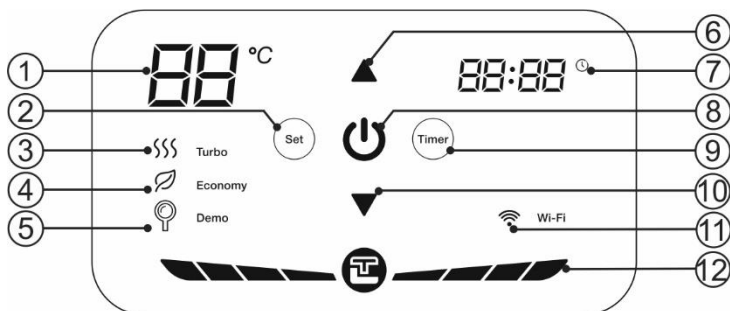

Рисунок 3. Панель управления
Рисунок 3: 1 – указатель температуры, 2 – кнопка «Set», 3 – индикатор «Turbo», 4 – индикатор «Economy», 5 – индикатор «Demo», 6 – кнопка «▲», 7 – указатель времени, 8 - кнопка «I/O», 9 – кнопка «Timer», 10 – кнопка «▼», 11 – индикатор «Wi-Fi» (опционно для моделей Wi-Fi), 12 – индикатор нагрева.
Включение/выключение ЭВН осуществляется кнопкой «I/O» на панели управления (Рис. 3, п.8), при этом на светодиодный индикатор показывает заданную температуру нагрева. Режим «Turbo» включается автоматически, при этом максимальная мощность составляет 2000 Вт. В процессе эксплуатации ЭВН потребитель может выбирать температуру нагрева при помощи двух клавиш «▲» «▼» (Рис. 3, п.6 и п.10). При кратковременно нажатии клавиш значение температуры будет изменяться на 1 градус в секунду, при долговременном нажатии – на 5 градусов в секунду. Диапазон регулировки температуры составляет от 30°C до 75°C, а температура по умолчанию составляет 75°C. Нажмите кнопку «Set», чтобы переключить ЭВН в экономичный режим «Economy». При переходе в экономичный режим включается индикатор экономичного режима, и температура будет заблокирована на значении 55°C при мощности нагрева 1300 Вт. В экономичном режиме температуру нельзя регулировать вручную. Нажмите кнопку «Set» снова, чтобы выйти из экономичного режима.
1. Установка времени включения. указатель времени (Рис. 3, п.7) должен светиться. Нажмите кнопку «Set», установить значение ЧАСЫ с помощью кнопок «▲»
«▼» (Рис. 3, п.6 и п.10). Кратковременное нажатие изменяет значение +1/-1, длительное нажатие - +5 /-5. Диапазон значения ЧАСЫ: 0-23. Повторно нажмите «Set», установите значение минуты таким же способом.
2. Установка времени выключения. После установки времени включения нажмите кнопку «Set», иконка должна мигать. Нажмите кнопку «Set», установить значение ЧАСЫ с помощью кнопок «▲» «▼» (Рис. 3, п.6 и п.10). Кратковременное нажатие изменяет значение +1/-1, длительное нажатие - +5 /-5. Диапазон значения ЧАСЫ: 0-23. Повторно нажмите «Set», установите значение минуты таким же способом.
3. При установке значения ЧАСЫ таймер отключится, если кнопки «▲» «▼» (Рис. 3, п.6 и п.10) не касаться более 5 секунд.